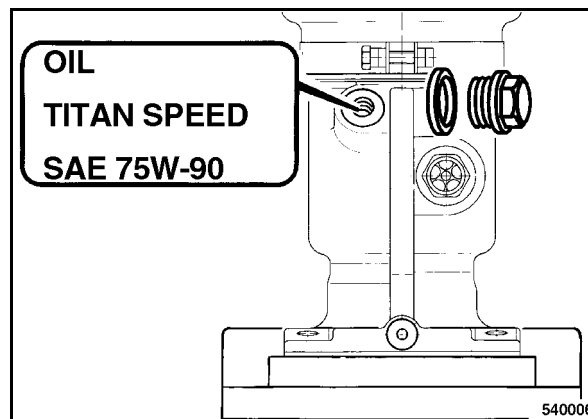

рис. 52
- Очистить и выкрутить резьбовую пробку наливного отверстия (рис. 52).